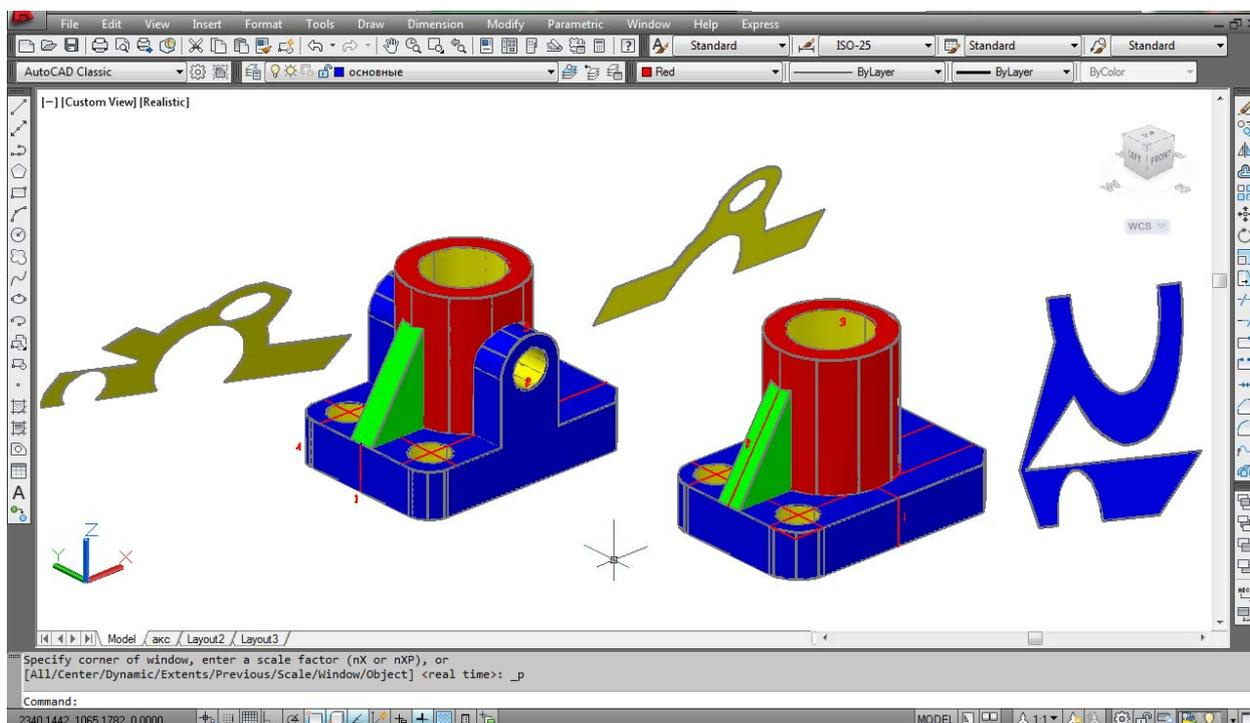

Рис. 7.10. Вынесенные наклонные сечения на комбинированных геометрических телах
6. Для модели № 6 выполнить этой же командой два наклонных сечения. Для первого сечения задать точки, используя привязку «Середина»: 1, 2, 3. Для второго сечения также задать точки, используя привязку «Середина»: 3, 2, 4. Построенные сечения вынести на свободное поле чертежа (рис. 7.10).